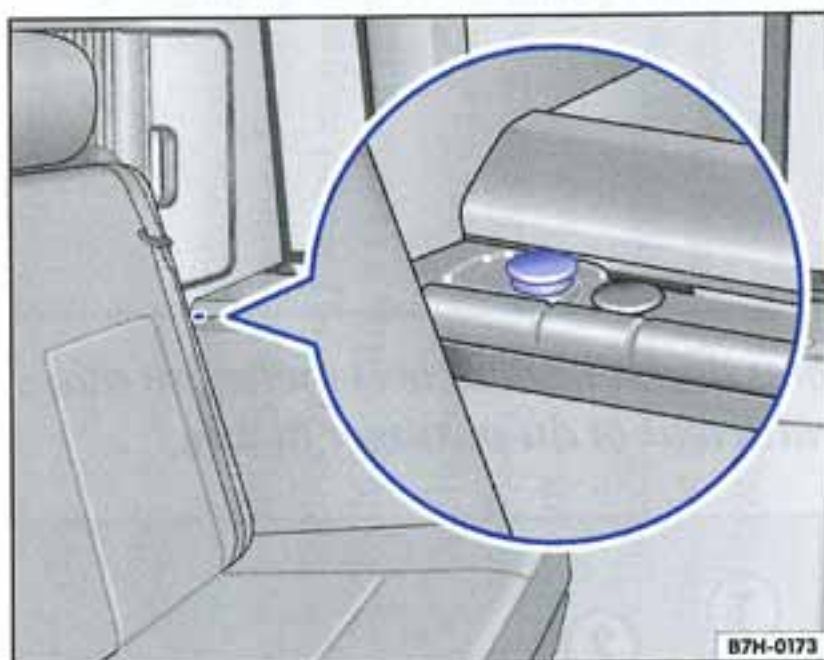

Fig. 25 Table de travail en position de base : l'agrandissement montre le bouton de verrouillage
- Appuyez sur le bouton de verrouillage ⇒ fig. 25.